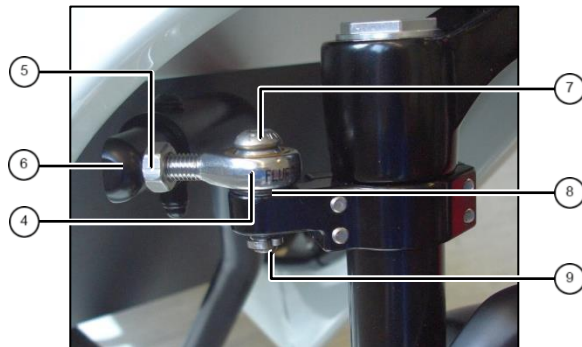

Abb. 4: vordere Befestigung
3. Gelenkkopf ④ mit Mutter ⑤ in vorderes Endstück ⑥ eindrehen (siehe Abb. 4). Mutter noch nicht festziehen. Schraube ⑦ von oben durch Gelenkkopf und O-Ring ⑧ stecken, mit Gewindekleber versehen und in Lenkhebel ① drehen. **Anzugsmoment: 5Nm.**
4. Splint ⑨ montieren.